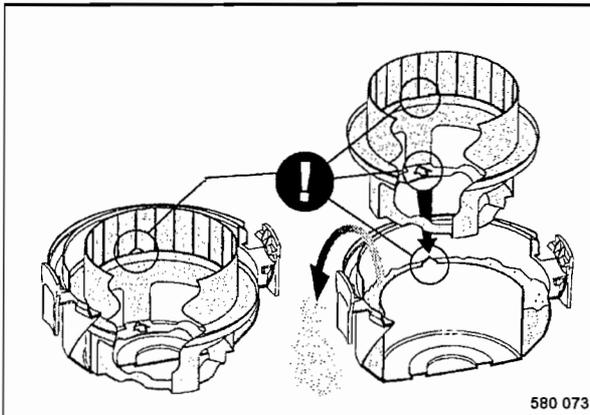

Fig. 109
- Extraer la parte interior (Fig. 109) y retirar el polvo de la tapa.